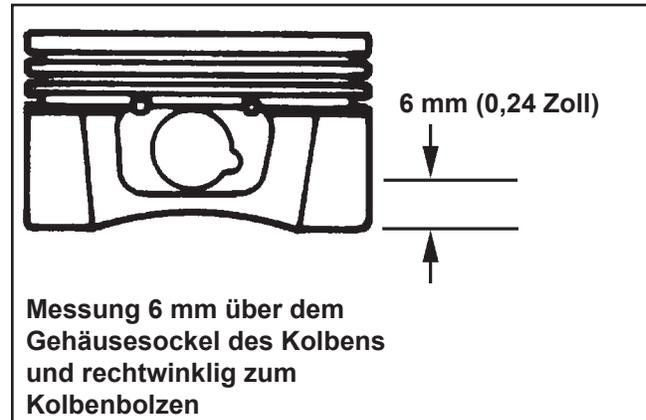

Abbildung 10-4. Messung des Kolbendurchmessers.
- Mit einem Mikrometer den Kolbendurchmesser **6 mm (0,24 Zoll)** über der Unterseite des Kolbenhemds und senkrecht zum Kolbenbolzen messen. Siehe Abbildung 10-4.